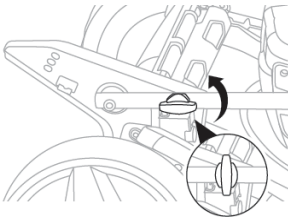

Рис. 2
1. Отверните фиксирующие винты на нижней рукоятке из заблокированного положения (Рис. 2).